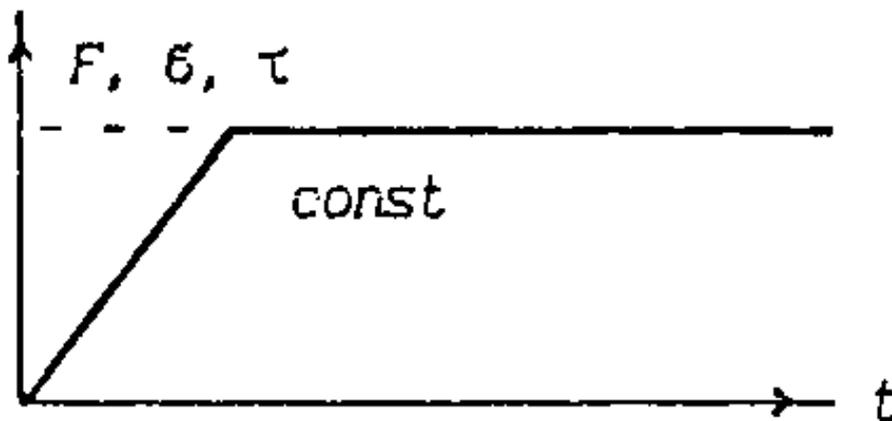

Рис. 1.1
2. *Статические* нагрузки характеризуются постоянством во времени (рис. 1.1). Чисто статическое нагружение на практике реализуется крайне редко. К данному виду можно условно отнести нагрузки, действующие на детали, работающие в условиях длительного эксплуатационного цикла (резервуары давления, стержни болтов в соединениях с предварительной затяжкой и т.д.). В связи с этим, рассматривая нагружение деталей машин как статическое, правильнее использовать понятие *длительной прочности*.